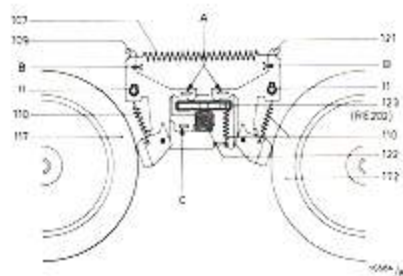

Fig. 10
### Einstellung der Bremsmagneten und der Bremsen (Fig. 10, 11)
- Bei erregtem Magneten soll der Abstand zwischen den Bremschuhen an den Bügeln 109 und 121 und den Spulentellern 0,6-0,7 mm sein. Einstellen durch Biegen der Zungen A. Es soll darauf geachtet werden, dass der Abstand links und rechts gleich ist (Fig. 10).
- Bei umgekippten Bremschuhen (runde Kante der Bremschuhe gegen die Spulenteller) soll der Abstand zwischen dem Magnetanker und den Bremsbügeln (109 und 121) 0,3 bis 0,4 mm sein. Einstellen durch Biegen der Zunge C (Fig. 10).
Die Bremskraft entspricht dem Anzeigewert x dem Radius des aufgewickelten Bandes. Einstellen durch Kürzen der Feder 107 (Fig. 10) oder durch Dehnen oder aber durch Ersatz derselben.